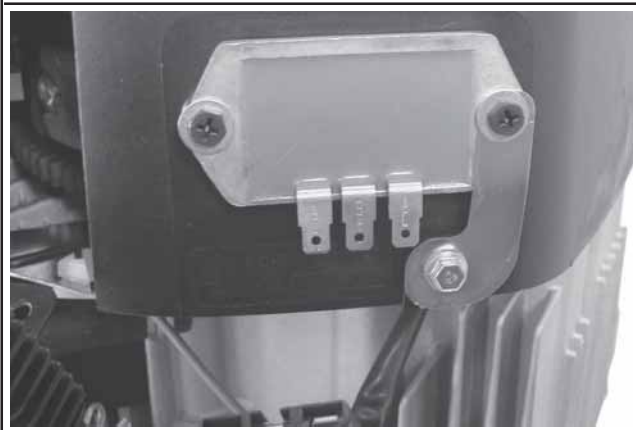

Figura 11-64. Dettagli della massa del raddrizzatore-regolatore.
1. Installare il raddrizzatore-regolatore nel convogliatore dell'aria qualora sia stato smontato in precedenza, quindi collegare il cavo di massa del raddrizzatore-regolatore con la rondella e la vite placcata in argento attraverso l'occhiello come illustrato. Fissare l'eventuale staffa di massa con la vite e la rondella contro il lato **esterno** del raddrizzatore-regolatore. Vedere Figura 11-64.